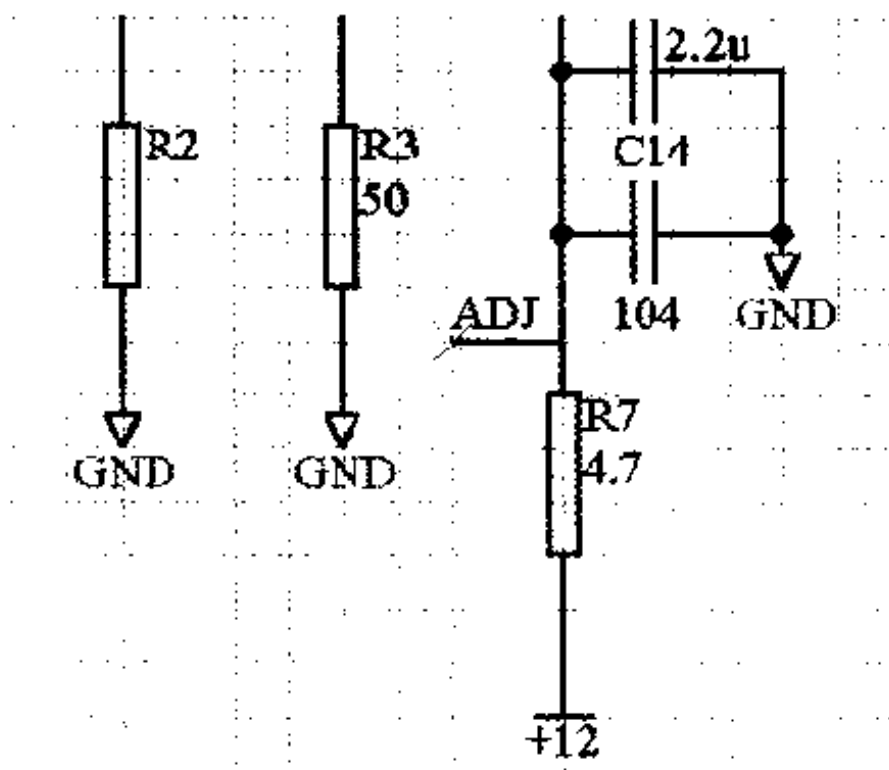

图 2-61 在图纸中放置 No ERC 符号
- (1) 选择 View > Toolbars > Wiring Tools,在工作窗口中弹出 Wiring Tools 工具栏。
- (2) 在工具栏中单击  按钮,选择 No ERC 工具,此时鼠标箭头变为十字光标,并且在光标上带有一个红色的叉。
- (3) 将光标移动到需要放置 No ERC 符号的位置处单击,将 No ERC 符号放置在图纸中,此时鼠标箭头仍为十字光标,用户可以连续放置 No ERC 符号。
- (4) 右击鼠标,或者按 Esc 键,结束放置 No ERC 符号的工作。放置了 No ERC 符号的图纸,如图 2-61 所示。